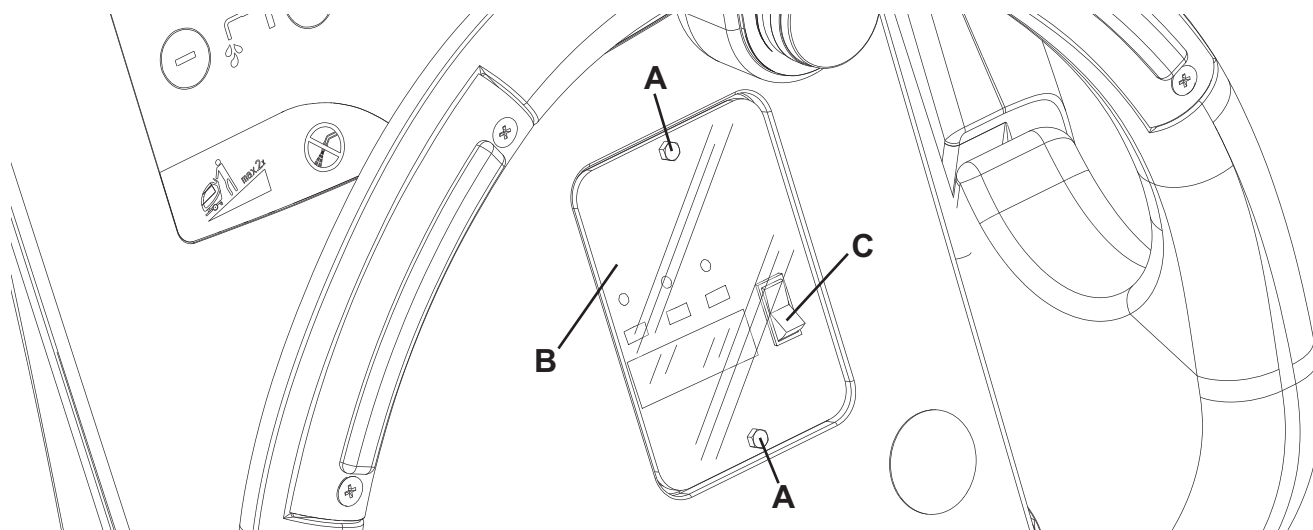

Figure 1
7. Enlever les vis (A, Fig. 1) de l'hublot de lecture des données du chargeur de batterie.
8. Enlever l'hublot (B).
9. Positionner le sélecteur (C) sur WET pour batteries au plomb ou sur GEL pour batteries au gel.
10. Installer l'hublot (B) et serrer les vis (A).